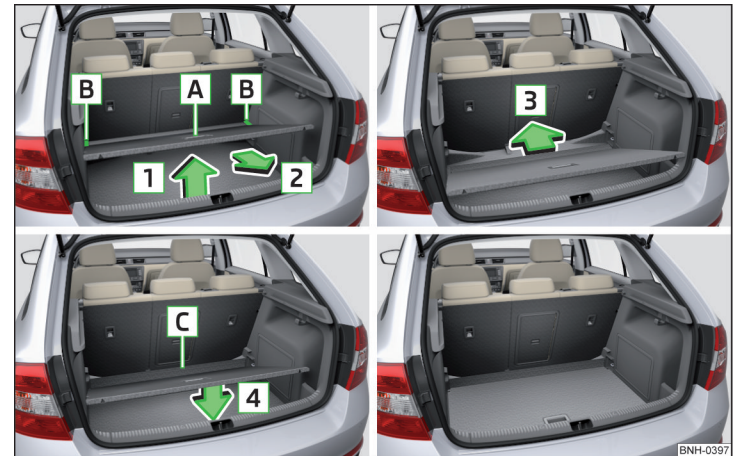

Abb. 86 Variablen Ladeboden in die untere Position einstellen
- Den variablen Ladeboden am Griff **A** » Abb. 86 fassen.